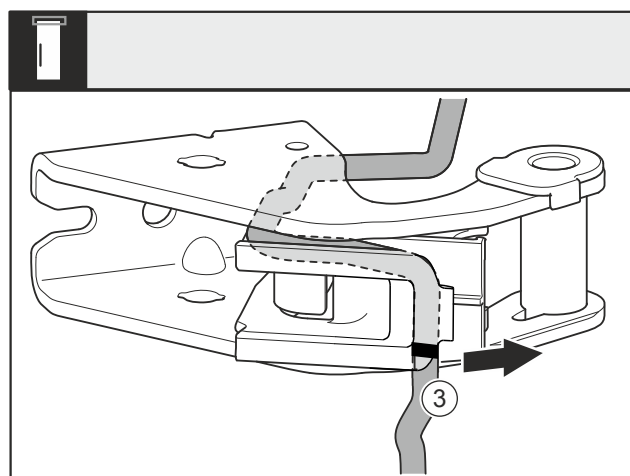

Fig. 26
- Démonter le câble du support de palier avec le support de câble Fig. 26 (3).